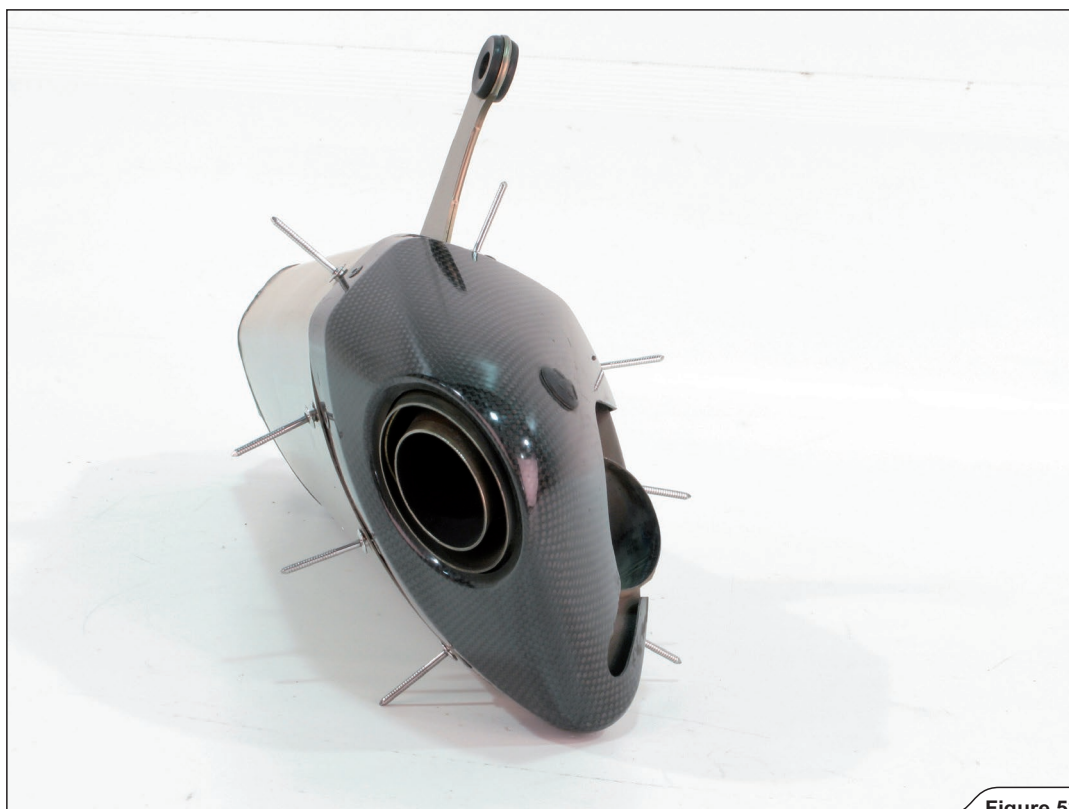

Figure 52
6. Akrapovič修理キットに付属のリベットを図のようにサイレンサーに取り付けます (図 52)。